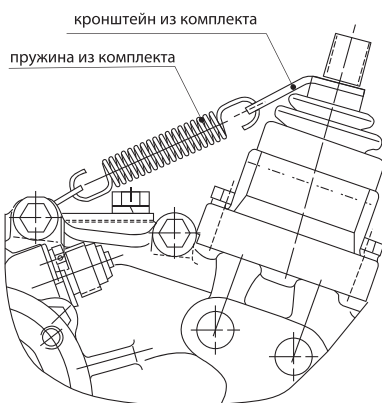

Рис. 23
6. Произведите сборку механизма РК в соответствии с **Рис. 23**.